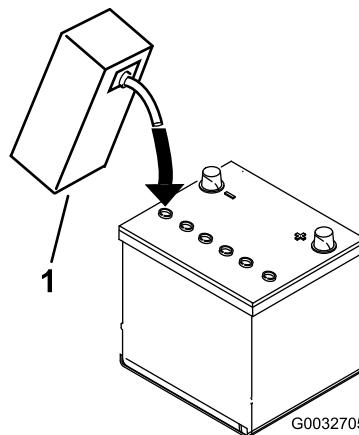

図 7
3. 各セルの電極板が液面下 6 mm程度に水没するまで、電解液を慎重に入れる図 7。
4. 電極板が液を吸収するまで20-30分間程度待つ。必要に応じて、電極板が 6 mm程度水没するぐらいに電解液を補充する図 7。